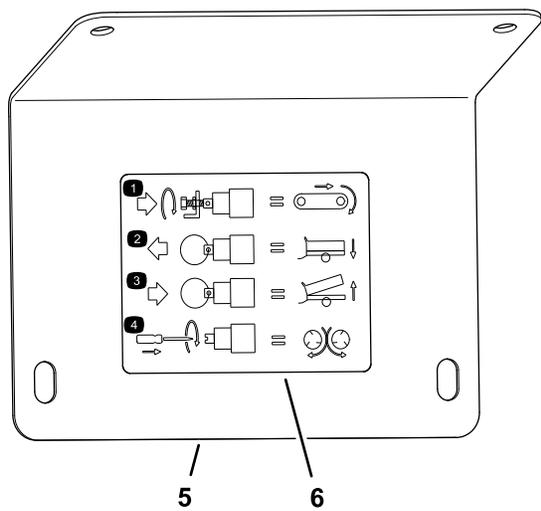

Figura 29
**Nota:** Consulte la pegatina situada en la chapa de cierre (Figura 29).